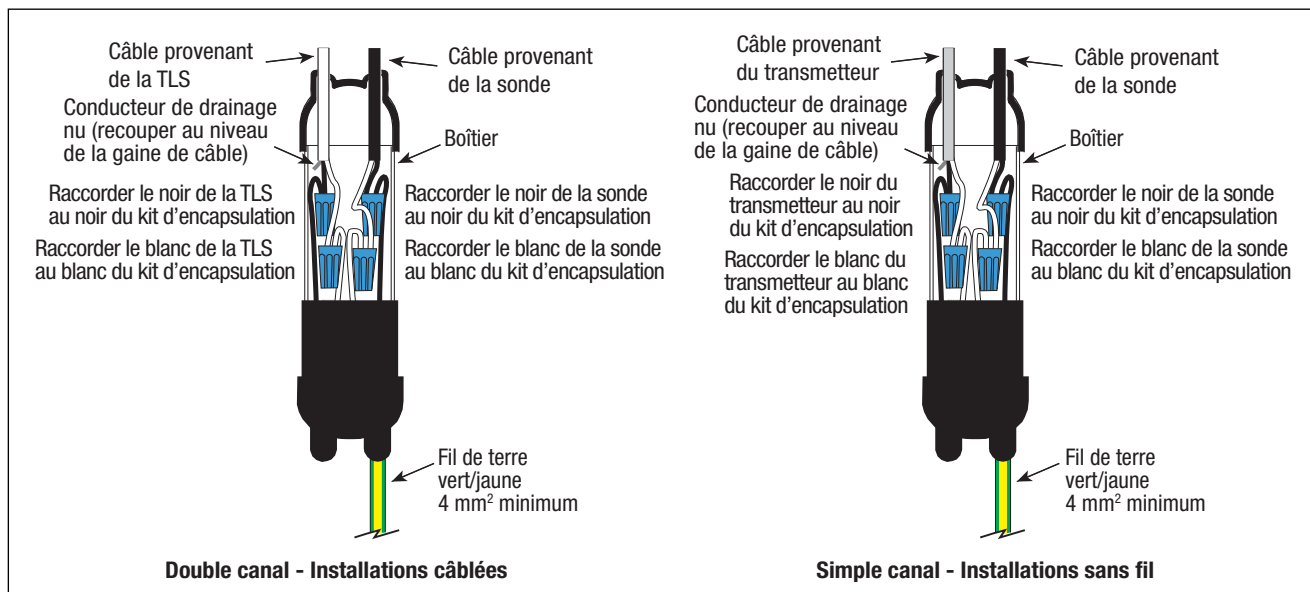

Figure 10. Raccordements des épissures
2. Réalisez les branchements aux quatre fils noir et blanc dans la kit d'encapsulation au moyen de capuchons de connexion, comme illustré à la Figure 10. En fonction de l'installation, coupez le fil de drainage nu du câble du transmetteur ou de la console TLS au niveau de la gaine de câble.